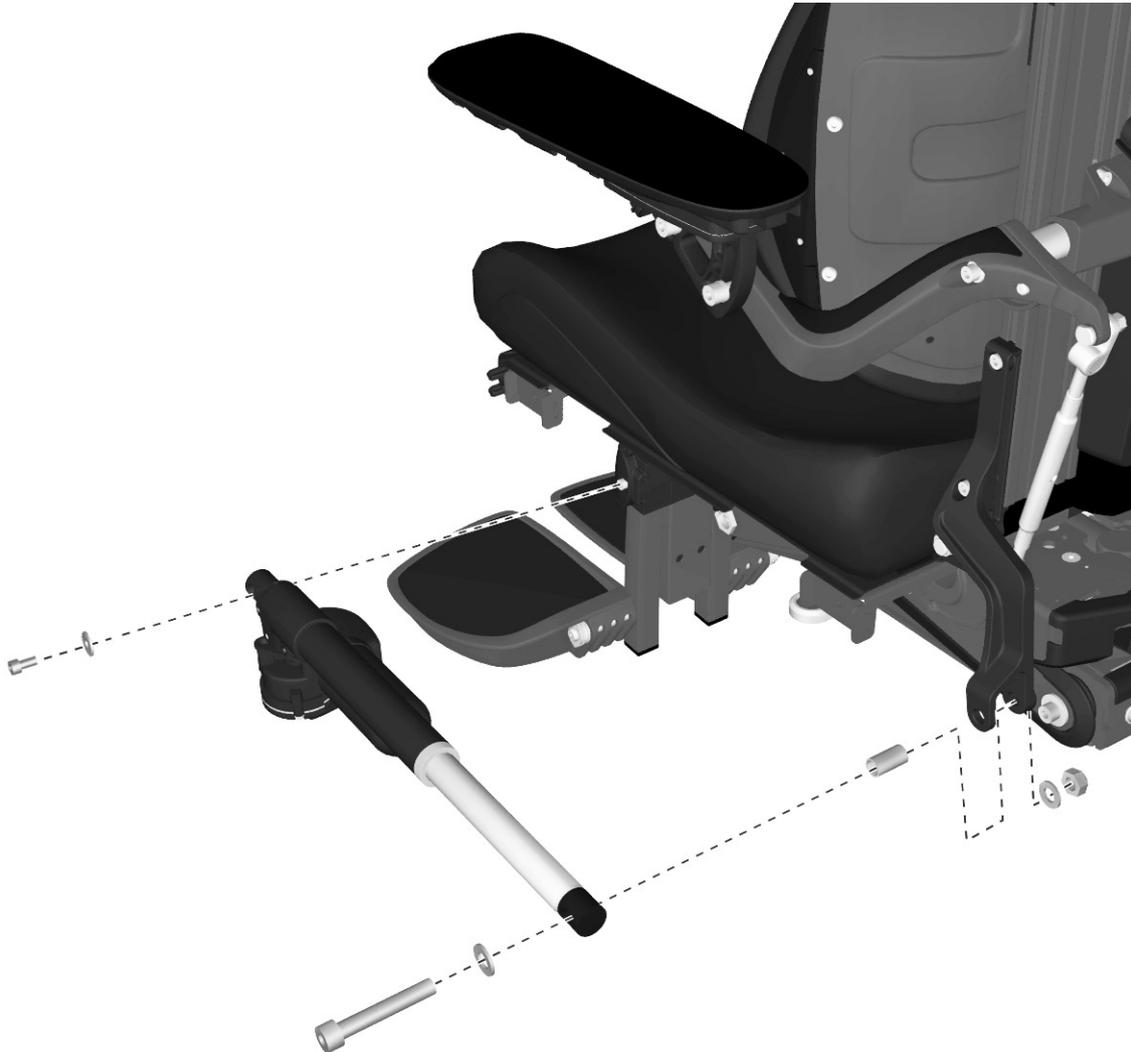

Abbildung 169. Stellvorrichtung der Rückenlehne
5. Rückenlehne bei der Demontage des Stellgeräts gut festhalten. Sicherungsring von der hinteren Halterung der Stellvorrichtung entfernen. Siehe Abbildung. 169. Wenn die hintere Halterung entfernt ist, kann die Rückenlehne nach vorn gekippt werden und auf dem Sitzpolster liegen.
6. Verriegelungsmechanismus von der vorderen Halterung der Stellvorrichtung abmontieren. Er ist mit einer Schraube montiert. Siehe Abbildung. 169.
1. Das vordere Ende der Stellvorrichtung mit Hilfe des Verriegelungsmechanismus montieren. Siehe Abbildung. 169.
2. Das hintere Ende der Einstellungseinheit mit Hilfe des Sicherungsring fixieren. Siehe Abbildung. 169.